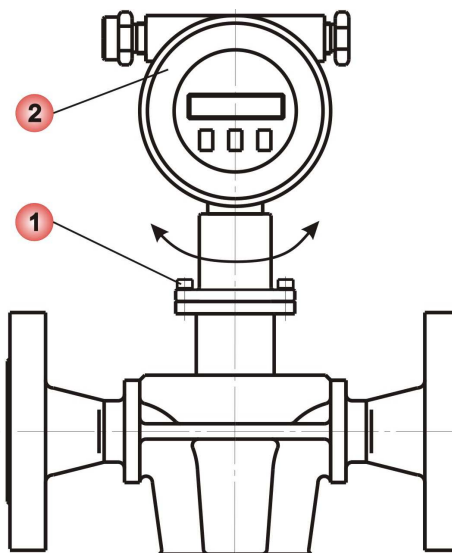

Рисунок 2.10 – Поворот электронного блока
Если при установке расходомера оказалось, что электронный блок повернут относительно пользователя и считывание показаний с дисплея прибора затруднено, то есть возможность развернуть электронный блок на угол 90° или 180° так, чтобы дисплей располагался лицом к пользователю. Для этого необходимо отвернуть 4 болта (1) (см. рисунок 2.10). Затем повернуть электронный блок (2) на 90° или 180° в нужном направлении и плотно закрутить эти 4 болта для обеспечения герметичного соединения.